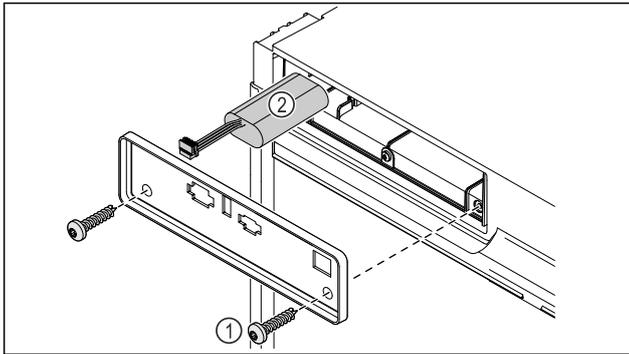

Fig. 197
- ▶ Dévisser les vis et retirer le cache situé à l'arrière de l'appareil Fig. 197 (1).
- ▶ Débrancher et retirer la batterie Fig. 197 (2).